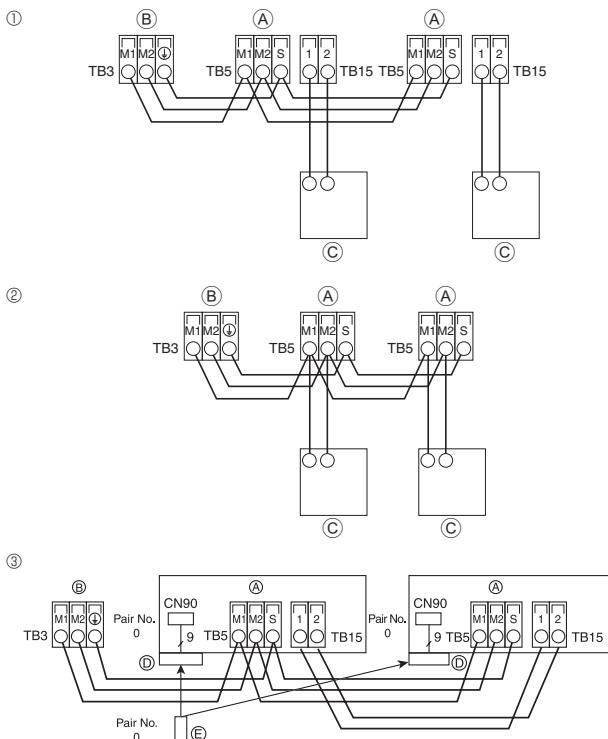
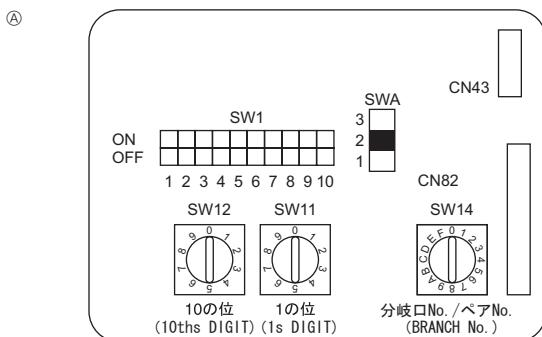

Fig. 6-3
Fig. 6-4
6.4. De afstandsbediening en de transmissiekabels voor het binnen- en buitenapparaat aansluiten (Fig. 6-3)
- ① MA-afstandsbediening
- ② M-NET-afstandsbediening
- ③ Draadloze afstandsbediening (Bij installatie van een draadloze signaalontvanger)
6.5. De aansluitadressen instellen (Fig. 6-4)